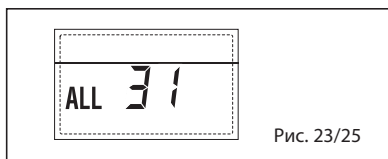

Рис. 23/25
– НЕПОЛАДКА СВЯЗИ ПЛАТЫ RS-485 И ПЛАТЫ RS-485 “ТРЕВ 35” (рис. 23/29)